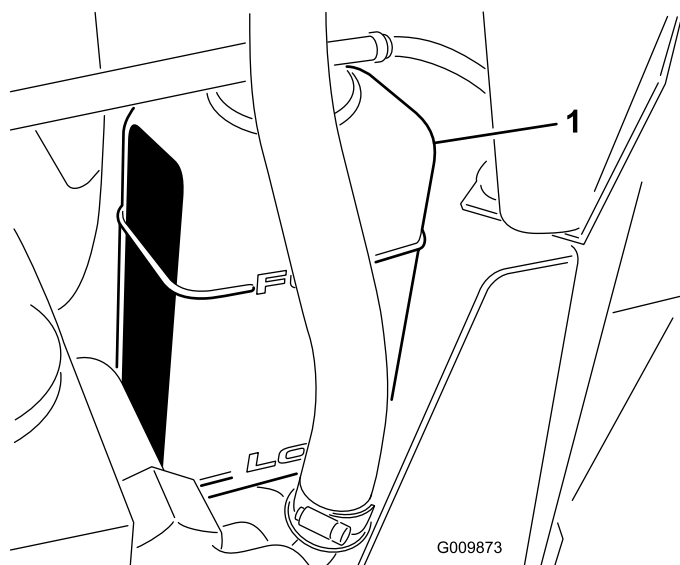

図 28
2. ラジエター本体と補助タンクのの液量の点検を行う（図 28）。